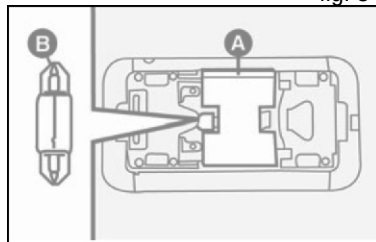

fig. 35
- quite de su alojamiento el reflector **A-fig. 35**, haciéndolo resbalar hacia atrás;
- saque el bombillo **B-fig. 35** y sustitúyalo;